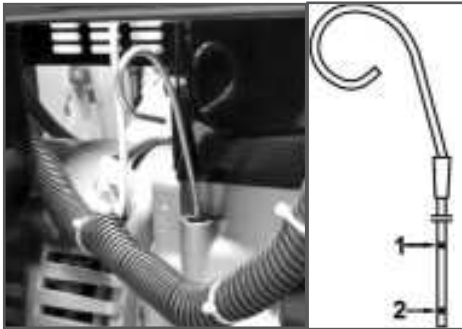

Рис. 8 Проверка уровня масла в картере
5. Аккуратно вытащите щуп и осмотрите его (Рис. 8). Уровень масла должен соответствовать верхней отметке на щупе. При недостаточном уровне масла в картере необходимо долить чистое масло до верхней отметки на щупе. Для долива масла в двигатель выкрутите крышку маслосаливной горловины в крышке клапанов двигателя (Рис. 2 п. 3) и с помощью воронки залейте необходимое количество масла. После окончательной проверки установите щуп на место и закрутите крышку маслосаливной горловины.